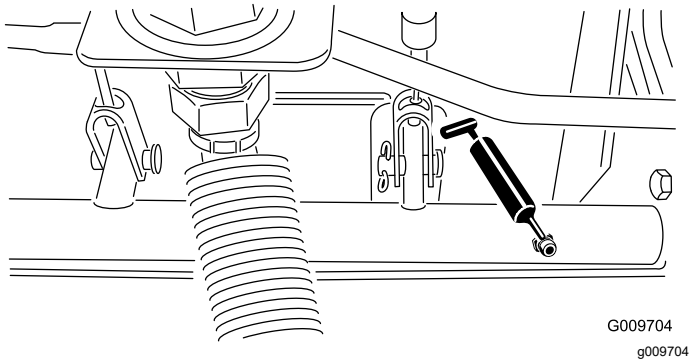

Bild 50
- Bremsstangen-Drehlager (5), wie in Bild 50 abgebildet